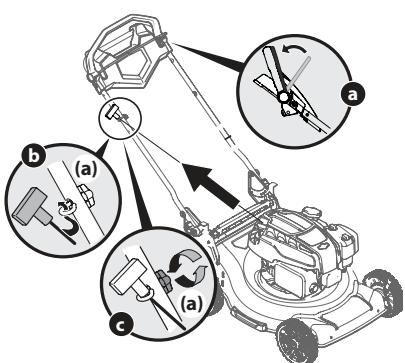

Figura 3
5. La guía de la cuerda está unida al costado derecho de la manija superior. Afloje la perilla de aleta (a) que sujetla la guía de la cuerda. Consulte la Figura 3.